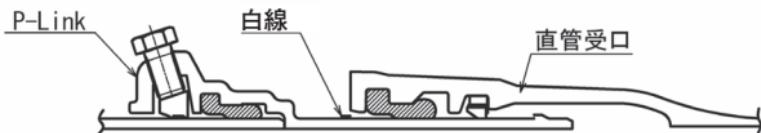

図60 直管受口との接合
- (1) 「管の清掃」から「挿し口の挿入」までは直管の接合要領と同じである。ただし、挿入量はP-Link外面に表示してある白線の幅の中に直管受口端面を合わせる(図60参照)。また、ライナを装着した直管受口への接合はIV 2.「直管受口にライナを使用する場合」(P33~38)を参照すること。
- (2) 「ゴム輪の位置確認」から「チェックシートの記入」は直管の接合要領と同じである。